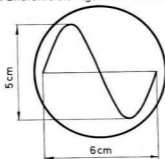

Bild 369
- Sie betrachten auf einer Bildröhre die Figur nach Bild 369.